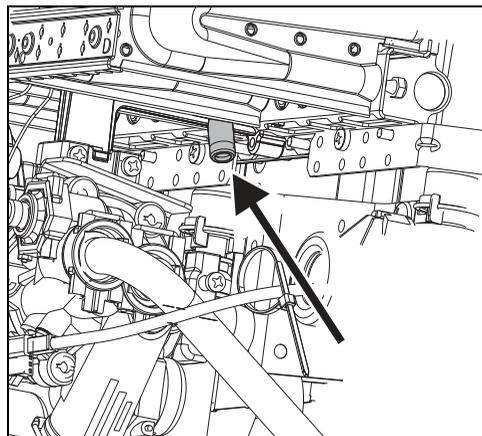

Рис. 13 Точка измерения давления перед форсункой
- ▶ Ослабить запорный винт (рис. 13).